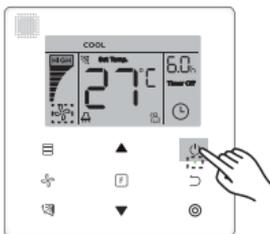

Рисунок 6.1
- 1) Нажмите кнопку  (Вкл./Выкл.), и индикатор работы «●» на пульте управления начнет светиться, а символ включения/выключения внутреннего блока «» на дисплее будет вращаться, указывая на начало работы внутреннего блока. (см. Рисунок 6.1)